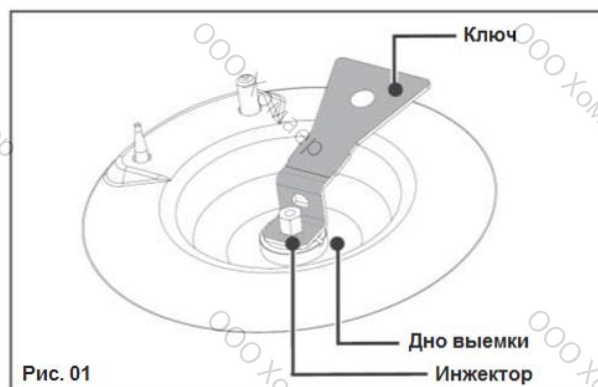

Рис. 01
- При помощи прилагающегося ключа выкрутите инжекторы на дне каждой выемки и уберите их (Рис. 01).